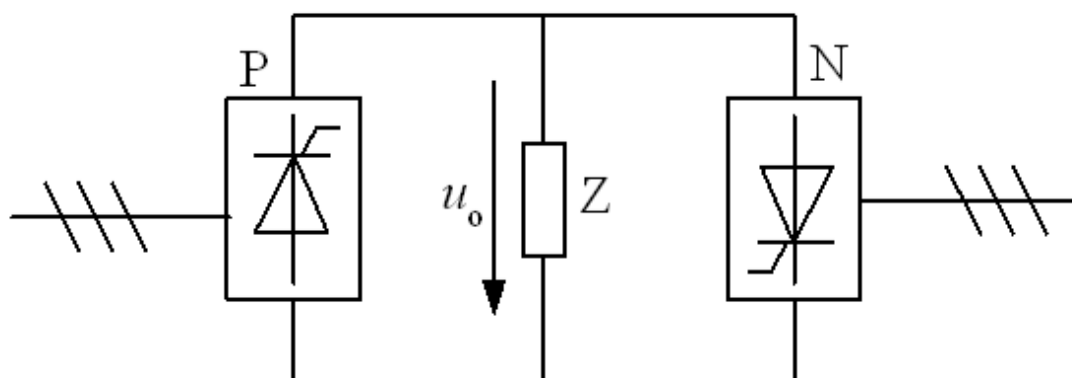
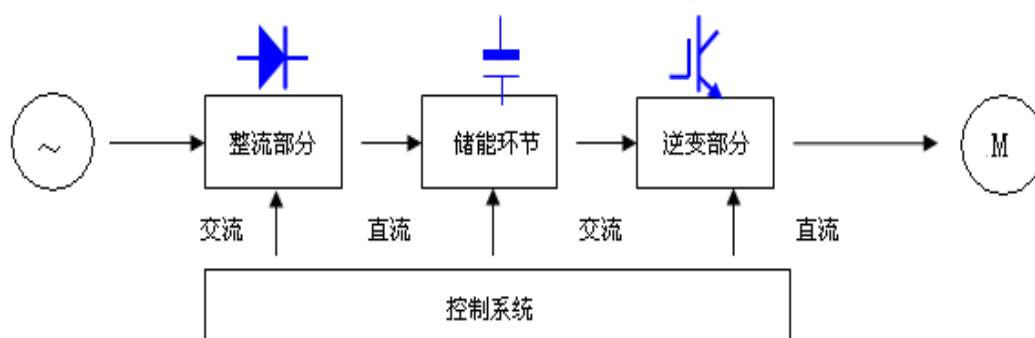

图 5-2 单向交-交变频电路原理图
图 5-7 交-直-交变频电路结构框图
- 变频器分类：交-交（图 5-2）、交-直-交（图 5-7）的结构与适用场景。